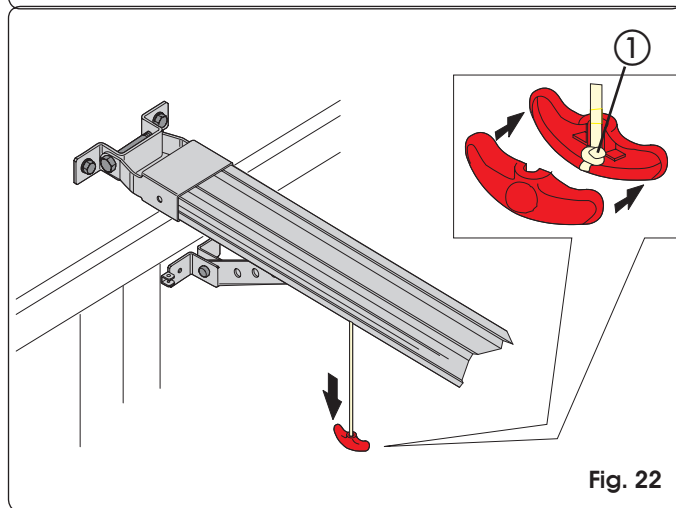

Fig. 22
- 2) Realizzare un nodo al capo della fune ed assemblare la maniglia di sblocco (Fig. 22).
- 3) Tirare la maniglia di sblocco verso il basso e controllare che sia possibile muovere manualmente la porta (Fig. 22).